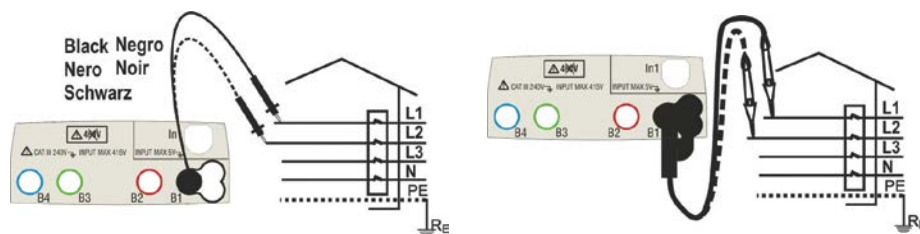
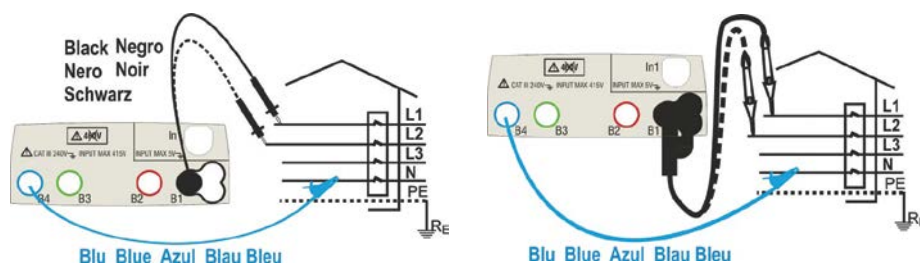

Fig. 22: Controle fasevolgorde met 1 meetsnoer (1T) of de PR-400.
Fig. 23: Controle fasevolgorde met meetsnoeren (2T) en de PR-400.
3. Sluit het zwarte meetsnoer of de PR-400 en het blauwe meetsnoer aan op B4, B1 (2T-meting). Sluit de krokodillenklemmen, de pennen of de PR-400 aan op fase L1 en N volgens Fig. 22 en Fig. 23.
Sluit nu de meetsnoer of de PR-400 aan op fase L2 (zie Fig. 22 en Fig. 23).